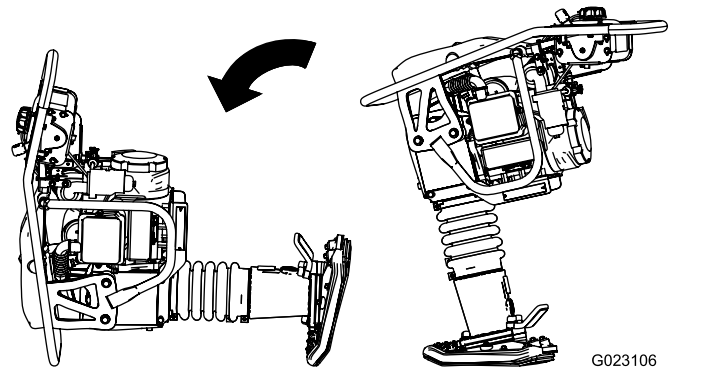

Figure 10
3. Positionnez soigneusement la machine comme montré à la **Figure 10**, et arrimez-la avec des sangles ou des chaînes pour l'empêcher de bouger ou de se renverser.